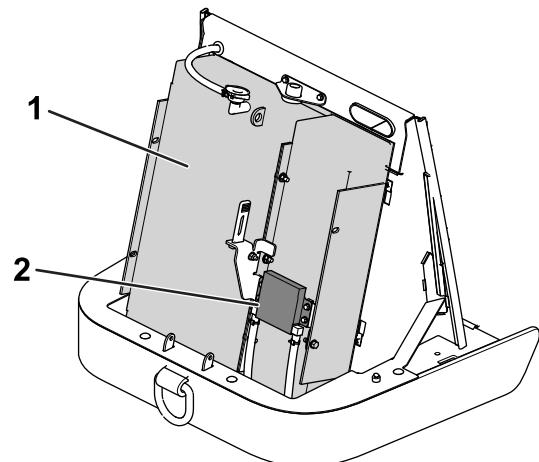

## Bild 109
2. Senken Sie das vordere Gitter ab, indem Sie den Haltegurt (Bild 109) lösen.